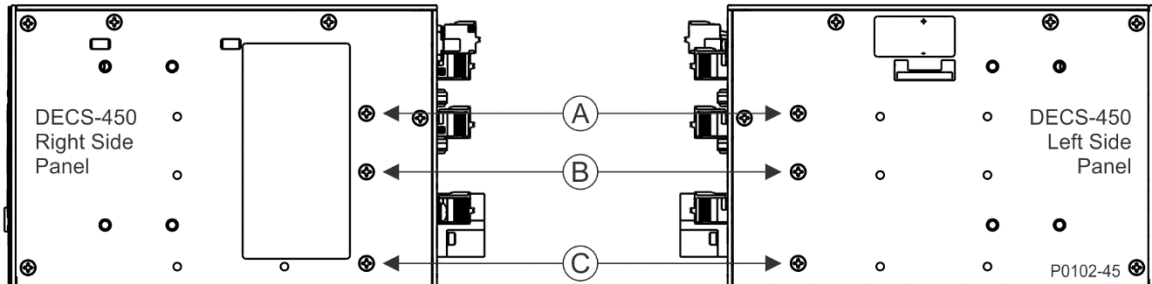

Figura 15-7. Ubicaciones de los tornillos de montaje
1. Retire los seis tornillos DECS-450 que se muestran en la Figura 15-7 (localizadores A, B y C). Tres tornillos están ubicados en el lado izquierdo del DECS-450 y tres tornillos están ubicados en el lado derecho del DECS-450.
2. Deslice el conjunto de la placa de transición en la parte posterior del DECS-450 como se muestra en la Figura 15-5. Alinee los orificios de montaje más bajos del conjunto de la placa de transición con los del DECS-450 (Figura 15-7 localizador C). Instale dos de los tornillos suministrados en los orificios de montaje más bajos para que la placa de transición esté unida al DECS-450 pero se pueda girar lejos del DECS-450 y permitir el acceso a los terminales DECS-450. Véase la Figura 15-5.
7. Gire el conjunto de la placa de transición en su posición en el DECS-450 y alinee los orificios de montaje restantes. Asegúrese de que no haya alambres o cables pellizcados entre el DECS-450 y la placa de transición. Instale los cuatro tornillos restantes suministrados, dos por lado, como se muestra en la Figura 15-7 (localizadores A y B).